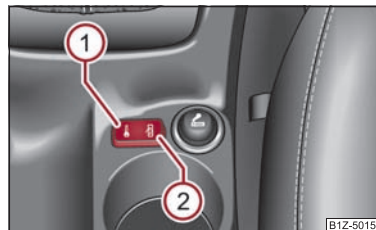

Fig. 26 Consola centrală: Tasta de închidere centralizată
- Apăsai tasta ① ⇒ fig. 26. Simbolul  din tastă se aprinde.
- Apăsai tasta ② ⇒ fig. 26. Simbolul  din tastă se stinge.